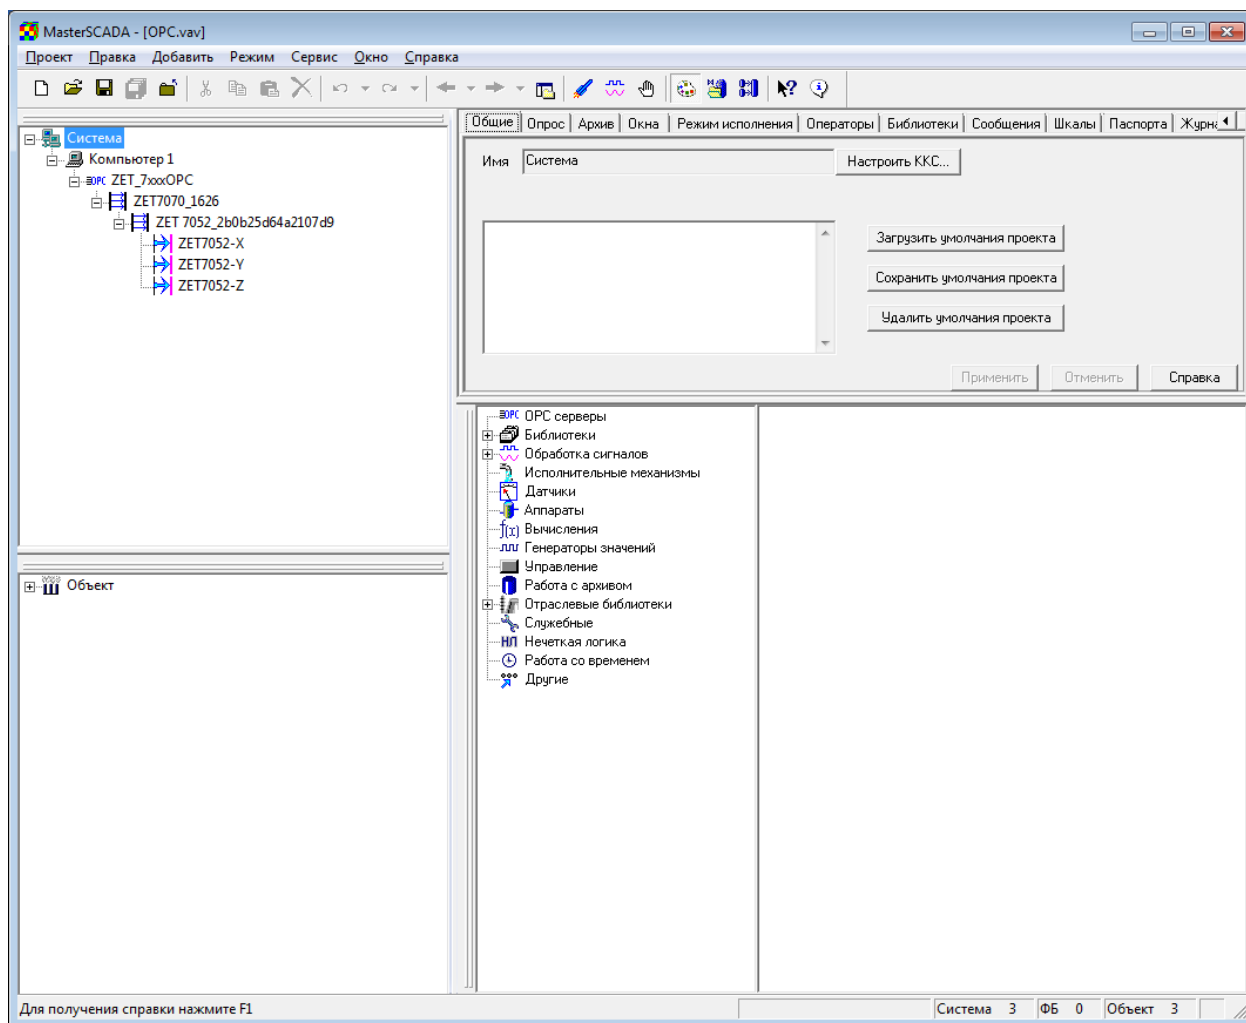

Рисунок 54.
1) Добавляем в дерево «Система» узел «Компьютер» с названием «Компьютер 1». В узел «Компьютер 1» добавляем OPC-сервер ZET.7xxxOPC и для него добавляем все переменные и группы (см. Рисунок 54)